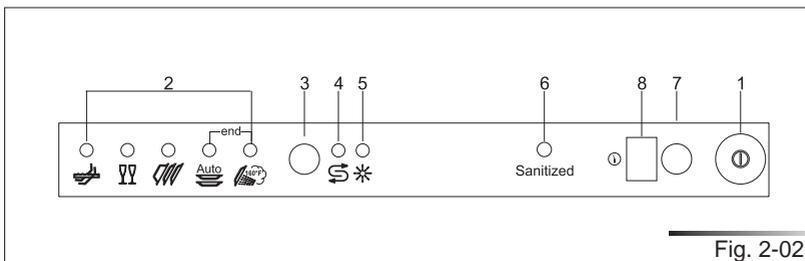
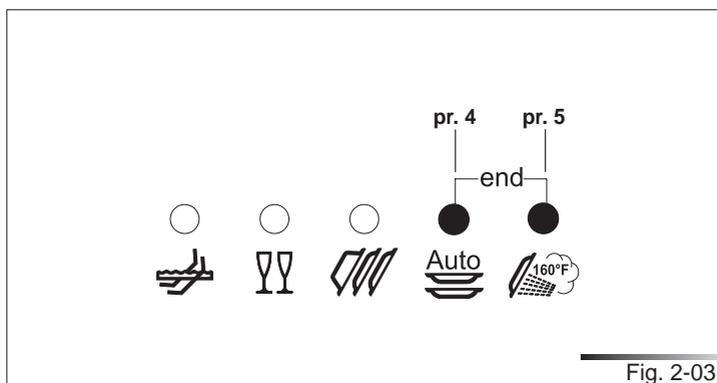

Fig. 2-02
Fig. 2-03
Le lave-vaisselle est doté d'un bandeau de commande (voir fig. 2-02) au moyen duquel il est possible d'effectuer toutes les opérations de mise en marche, programmation et arrêt.
Quand on appuie sur la touche marche/arrêt (réf. 1 fig. 2-02), on met le lave-vaisselle sous tension. Il faut ensuite attendre l'allumage de l'un des **voyants programmes** (réf. 2 fig. 2-02).
- Appuyer sur la touche sélection programmes (réf. 3 fig. 2-02) le nombre de fois qu'il faut pour que le voyant correspondant au programme souhaité s'allume (réf. 2 fig. 2-02) ;
- Pour annuler le programme en cours, il faut, après avoir ouvert la porte, appuyer sur la touche de **sélection programmes** (réf. 3 fig. 2-02) et la maintenir appuyée pendant quelques secondes jusqu'à ce que les voyants du quatrième et du cinquième programme s'allument en même temps (réf. pr.4, pr.5 fig. 2-03).
- Après environ 1 minute, le lave-vaisselle se porte à la fin du cycle et les voyants du quatrième et du cinquième programme (réf. pr.4, pr.5 fig. 2-03) commencent à clignoter.
Avant de sélectionner le départ différé, ouvrir la porte du lave-vaisselle et sélectionner le programme de lavage souhaité (voir paragr. 2.2 “Sélection du programme de lavage, mise en marche et arrêt”). La sélection du temps de retard s'effectue en appuyant sur la touche **Départ différé** (réf. 7 fig. 2-02) ; quand on appuie plusieurs fois sur la touche, l'afficheur visualise en séquence les temps de retard pour le démarrage du programme, à partir de **1 heure**.
Pour arrêter l'appareil, ouvrir la porte et appuyer sur la touche **marche/arrêt** (réf. 1 fig. 2-02).